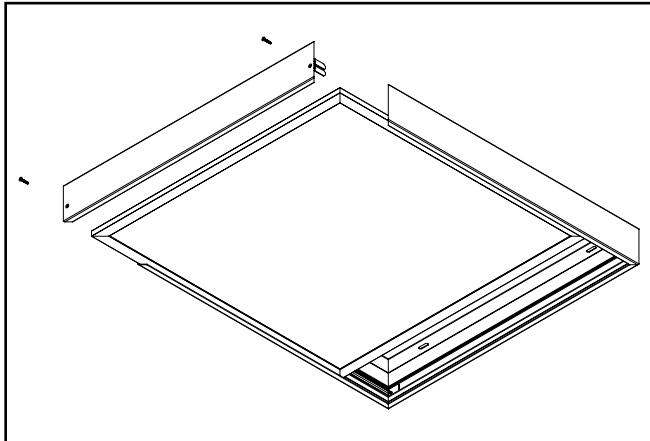

Figure 7.
1. Dévissez et retirez l'une (1) des pièces du cadre et insérez le luminaire dans le profilé (gardez les vis pour les réutiliser).
**Note:** Le nombre de pièces du cadre à retirer peut varier légèrement compte tenu de la pièce que vous retirez. Consultez les figures 7 et 8 ci-dessous pour voir les détails du retrait et de la réinsertion.